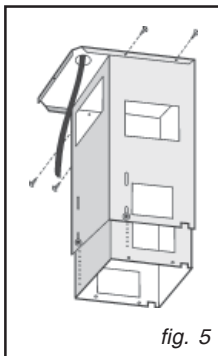
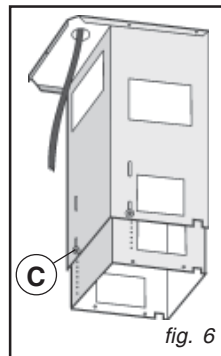
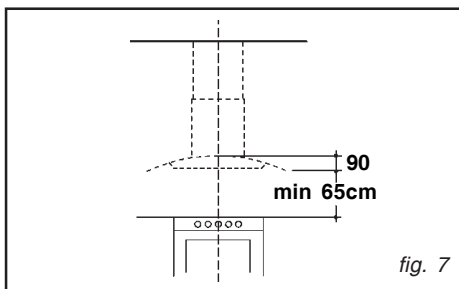

fig. 5
fig. 6
fig. 7
- Fixez la structure télescopique sur l'étrier à l'aide des 4 vis (fournies), en faisant passer le tuyau d'évacuation d'air à l'intérieur de la structure télescopique et l'alimentation électrique par l'orifice de l'étrier (Fig. 5). Réglez la hauteur de la structure télescopique à l'aide des quatre vis de fixation C (Fig.6) en sachant que la hauteur de la hotte est de 86 mm et que la distance de la hotte, par rapport à
la table de cuisson, doit être au minimum de 650 mm (Fig.7).
- Fixer la structure télescopique sur l'étrier à l'aide des 4 vis (fournies), en faisant passer l'alimentation électrique par l'orifice de l'étrier (Fig.5). Régler la hauteur de la structure télescopique à l'aide des quatre vis de fixation C (Fig.6) en sachant que la hauteur de la hotte est de 90 mm et que la distance de la hotte, par rapport à la table de cuisson, doit être au minimum de 650 mm (Fig. 7).